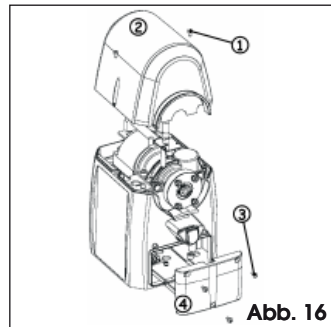

Abb. 16
1. Die beiden Befestigungsschrauben der oberen Abdeckung lösen, Abb. 16 Bez. ①, und die Abdeckung abnehmen, Abb. 16 Bez. ②.
2. Die drei Schrauben, Abb. 16 Bez. ③, zum Verschließen des Kartenfachs lösen, Abb. 16 Bez. ④.